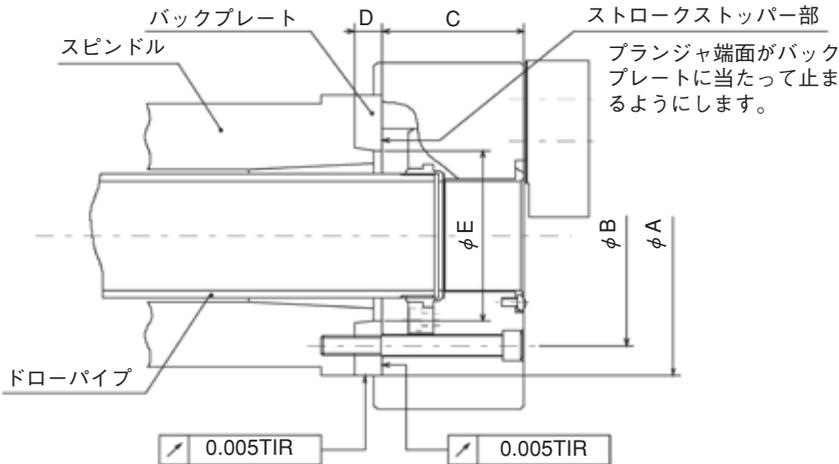

図17
- 図17はJISショートテーバ規格の場合である。
- バックプレートはプランジナットを引いた際に、プランジナット端面がバックプレートに当たって止まるような寸法（図17の寸法 φE）とすること。ストロークが規定よりも大きくなると、チャックの破損や把握不良の原因となる。